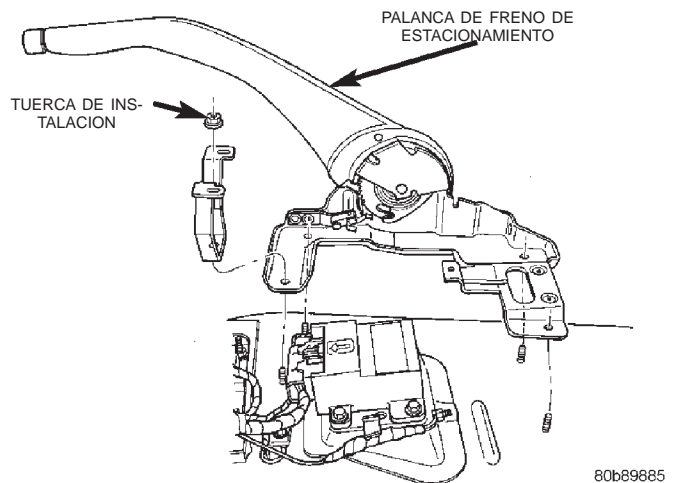

Fig. 46 Montaje de la palanca de freno de estacionamiento
- (8) Retire las tuercas de instalación de la palanca de freno de estacionamiento y el soporte de la consola (Fig. 46).
- (9) Levante el conjunto de la palanca, separándolo de los espárragos de instalación y saque el cable delantero del soporte de la palanca.
- (1) Instale el conjunto de la palanca en los espárragos de instalación mientras introduce el cable delantero dentro del soporte de la palanca.
- (2) Instale el soporte de la consola (Fig. 46) y las tuercas de instalación.
- (3) Enganche el extremo del cable delantero en la palanca.